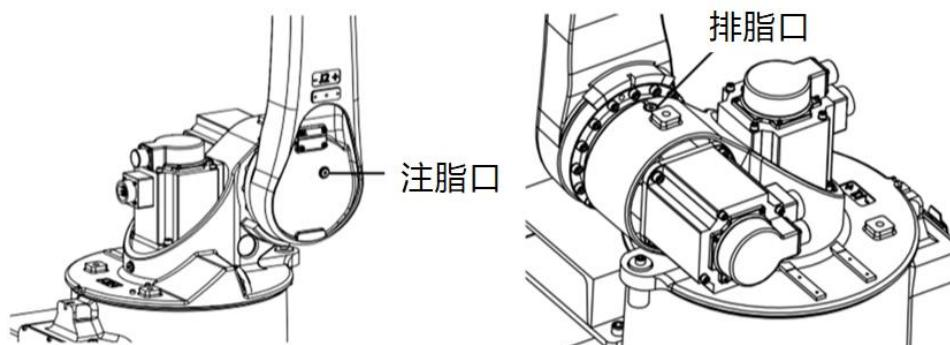

图 12-9 AIR12-1420B 更换 J2 轴减速器润滑脂
- 步骤4.** 卸下排脂口 M10x1 堵头，如图 12-9 所示。